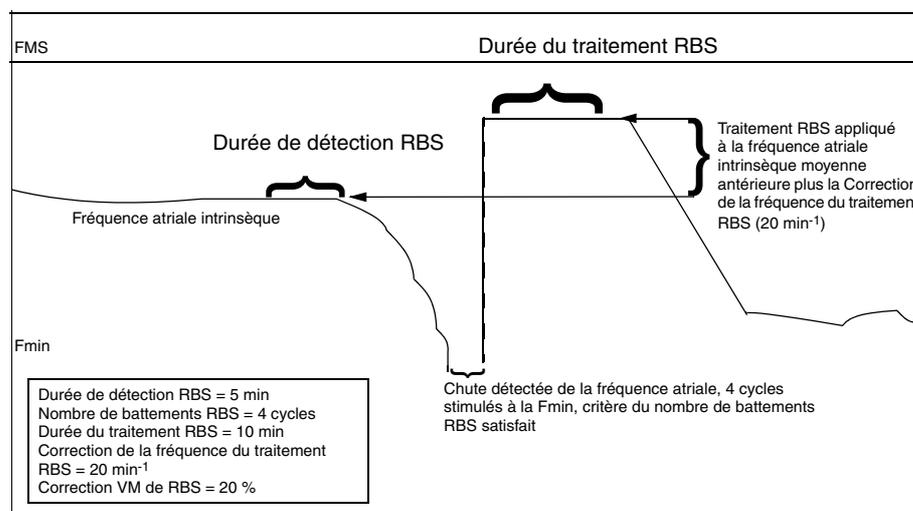

Figure 6-35. Exemple de diminution de fréquence atriale remplissant les critères RBS.
La correction de fréquence du traitement RBS est calculée en utilisant la fréquence atriale moyenne du patient avant la bradycardie et en y ajoutant une correction positive programmable (Figure 6-35). La stimulation est appliquée en mode DDD(R) à la plus élevée d'entre soit (1) la fréquence atriale moyenne précédente plus la correction de la fréquence du traitement RBS sans toutefois dépasser la FMS, soit (2) la fréquence capteur (en mode DDD(R) uniquement).